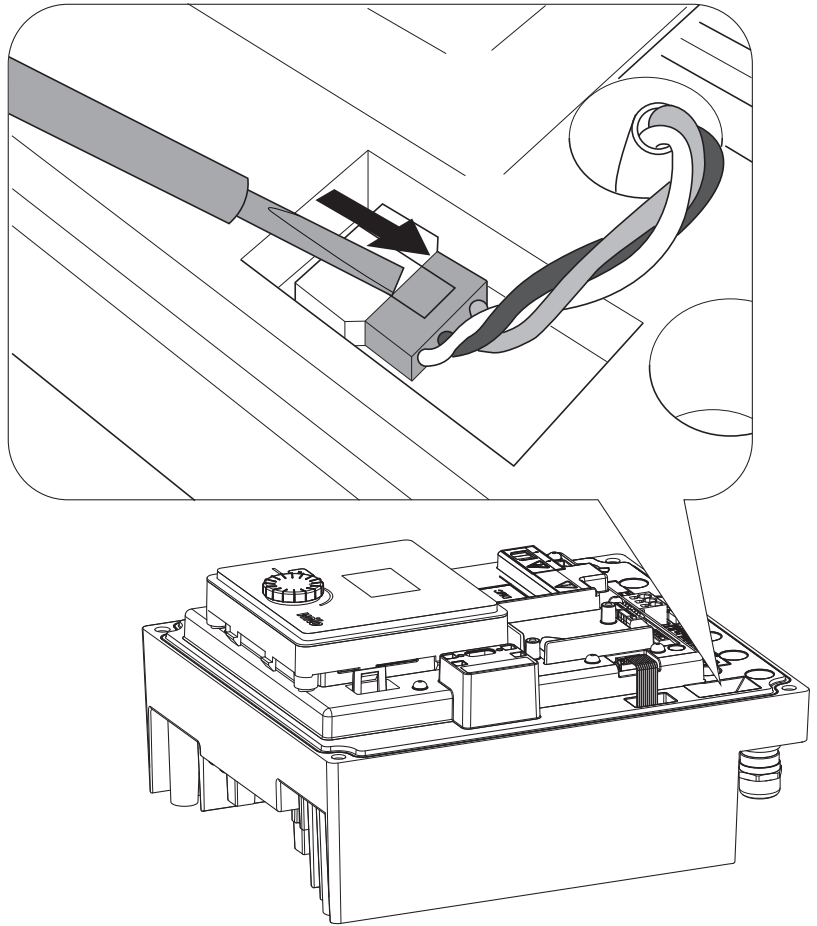

Fig. 46: Modül fanının bağlantı kablosunu çözün
- Modül fanının bağlantı kablosunu çıkarın. (Fig. 46).